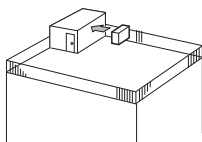

Fig. 2-4
- ① Oro išėjimo angą įtaisykite pakreipdami link artimiausios sienos, maždaug 35 cm atstumu nuo jos. (Fig. 2-4)